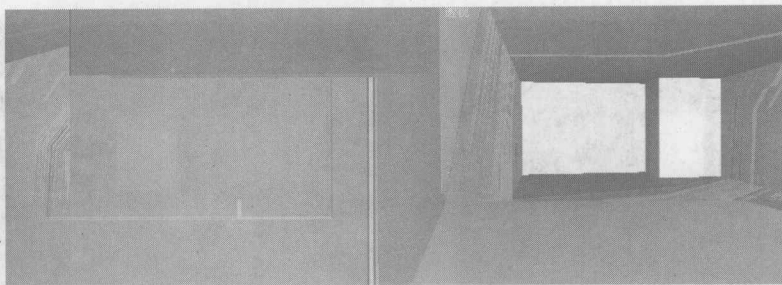

图 1-6 隔断墙造型
(7) 依次单击  →  → **长方体** 按钮, 在视图中创建长方体, 制作出隔断墙造型, 并调整好其位置, 如图 1-6 所示。